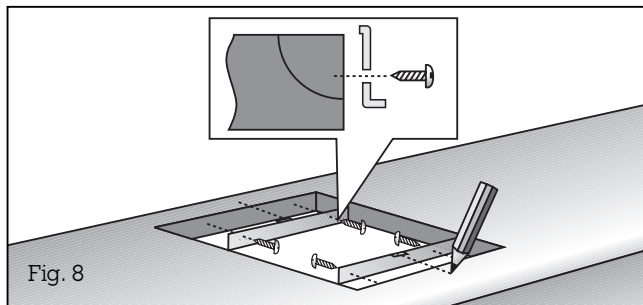

Fig. 8
- **Repérez avec précision le milieu de la découpe.** Fixez le rail de fixation sur les bords avant et arrière de la découpe. Vérifiez que les ergots des rails de fixation reposent sur le plan de travail et que la marque du milieu du rail coïncide exactement avec la marque du milieu du plan de travail (fig. 8).